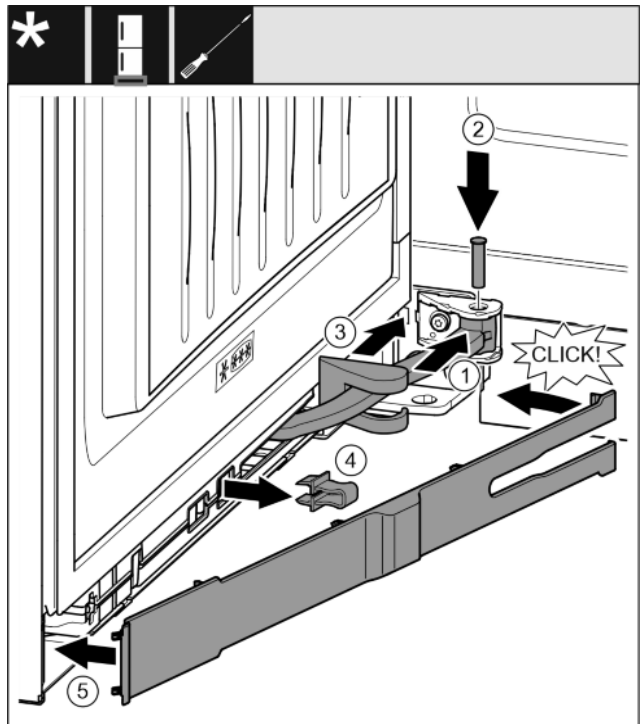

Fig. 37
- ▶ Поверните шарнир в навеску. Fig. 37 (1)
- ▶ С помощью отвертки T15 вставьте палец в навеску и шарнир. При этом следите за тем, чтобы выступ фиксатора занимал правильное положение в пазу. Fig. 37 (2)
- ▶ Переместите крышку опорного кронштейна вдоль шарнира и установите над навеской. Fig. 37 (3)
- ▶ Снимите предохранитель. Fig. 37 (4)
- ▶ Установите накладку со стороны ручки и поверните. Fig. 37 (5)